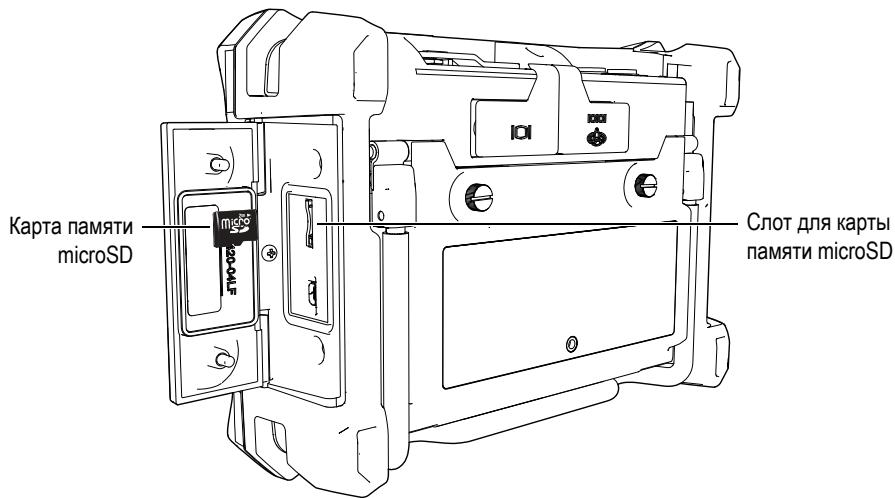

Рис. 7-23 Расположение карты памяти microSD
1. Убедитесь, что карта памяти microSD вставлена в BondMaster 600 (см. Рис. 7-23 на стр. 217).